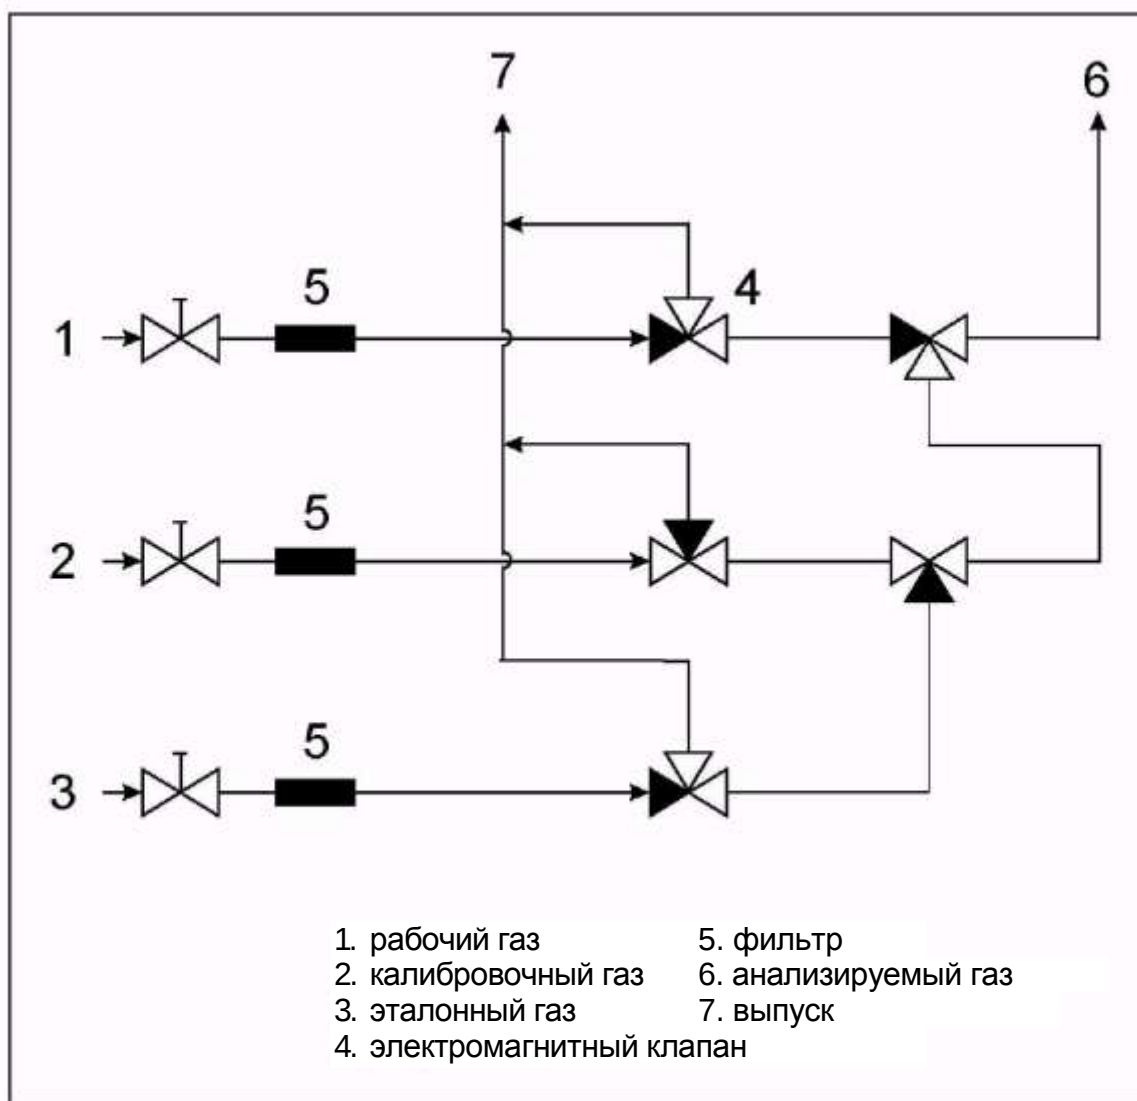

Рисунок 2.3
2.1 Газораспределение (рисунок 2.3)